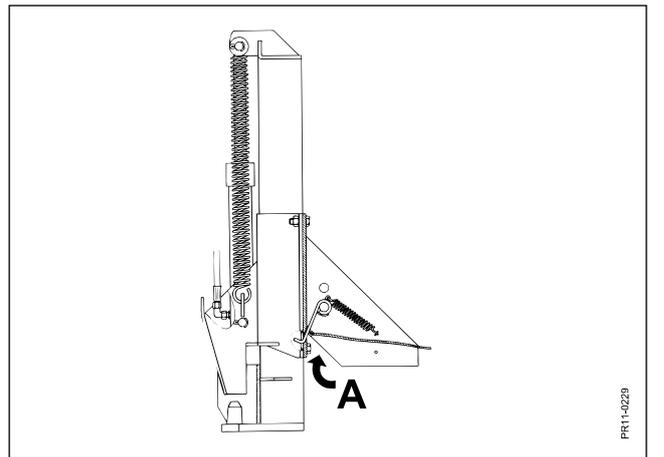

Fig. 3.4
**Fig. 3.4** **A** s'engage et bloque le système d'attelage. Retirer un peu le levier de commande de l'hydraulique de sorte que le poids de la remorque repose sur le cliquet et pas sur le vérin hydraulique. Tirer une corde du cliquet **A** jusqu'au siège du tracteur.